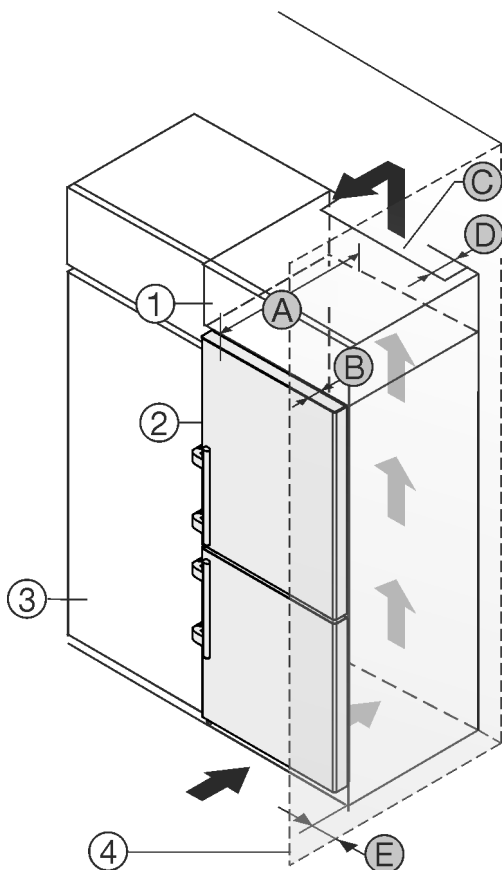

Fig. 2
- (1) Nasadni ormar*
- (2) Uređaj*
- (3) Kuhinjski ormar*
- (4) Zid*
- (A) Dubina uređaja*
- (B) Dubina vrata*
- (C) Ventilacijski presjek*
- (D) Udaljenost od stražnje strane uređaja*
- (E) Udaljenost od bočne strane uređaja*
Uređaj možete postaviti neposredno pored kuhinjskog ormara *Fig. 2 (3)**.
Na stražnjoj strani visećeg ormara treba postojati otvor za odzračivanje dubine *Fig. 2 (D)* po cijeloj širini visećeg ormara.*
Ispod stropa prostorije treba poštovati ventilacijski presjek *Fig. 2 (C)**.
Kada se uređaj postavlja s okovima pored zida *Fig. 2 (4)*, razmak između uređaja i zida mora iznositi najmanje 57 mm. To odgovara stajanju ručice kod otvorenih vrata.*
Kako biste vrata mogli potpuno otvoriti, uređaj mora biti za dubinu vrata *Fig. 2 (B)* ispred u odnosu na prednjicu kuhinjskog ormara. Ovisno o dubini kuhinjskih elemenata *Fig. 2 (3)* i uporabi zidnih odstoynika, uređaj može i dalje stršati.*